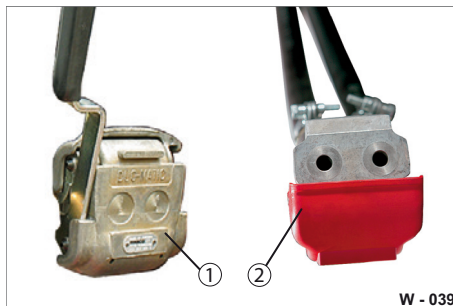

Abb. 39 Kupplungskopf zerlegt
- ▶ Reinigen Sie die Dichtflächen des Kupplungskopfes (Abb. 39/2) und der Kupplungs-Steckdose (Abb. 39/1) mit sauberen, trockenen Lappen.